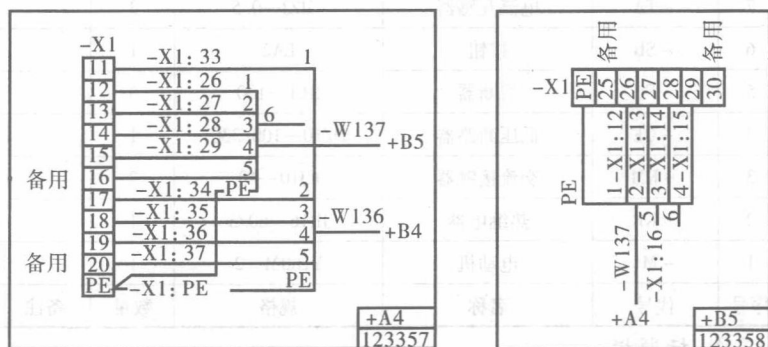

图 1-6 端子接线图举例
(4) 端子接线图:端子接线图表示单元和设备的端子及其与外部导线的连接关系,如图1-6所示。
(5) 电缆配置图:电缆配置图是用来提供二次电缆两端位置的一种接线图,也可用来提供电缆功能、特性和路径等相关信息。